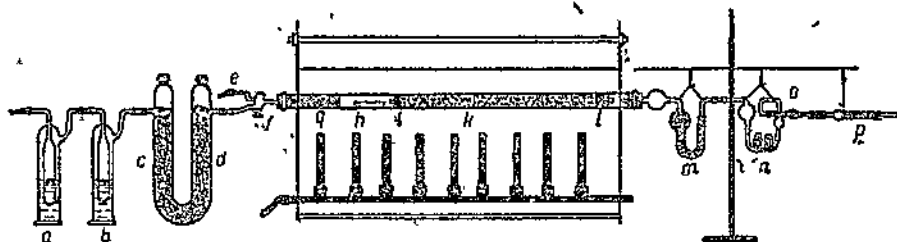

Рис. 68. Анализ по Либиху.
из металлического жолоба, под которым расположены 15 — 20 горелок; на жолоб кладется стеклянная тугоплавкая трубка (рис. 68). Для лучшего нагревания трубка закрывается сверху глиняными кафлями. Работа распадается на пять частей: 1) снаряжение хлоркальциевых трубок, кали-аппарата и сушильного прибора, 2) наполнение трубки для сжигания и ее прокаливание, 3) взвешивание поглотительных приборов и вещества, 4) сжигание и 5) повторное взвешивание поглотительных аппаратов.
1. Получающаяся при сжигании вещества вода поглощается U-образной хлоркальциевой трубкой *m* (рис. 68). Трубка наполняется зерненым хлористым кальцием, который покрывается небольшим слоем ваты. Открытое колено трубки закрывается каучуковой пробкой, через которую проходит изогнутая под прямым углом трубка.